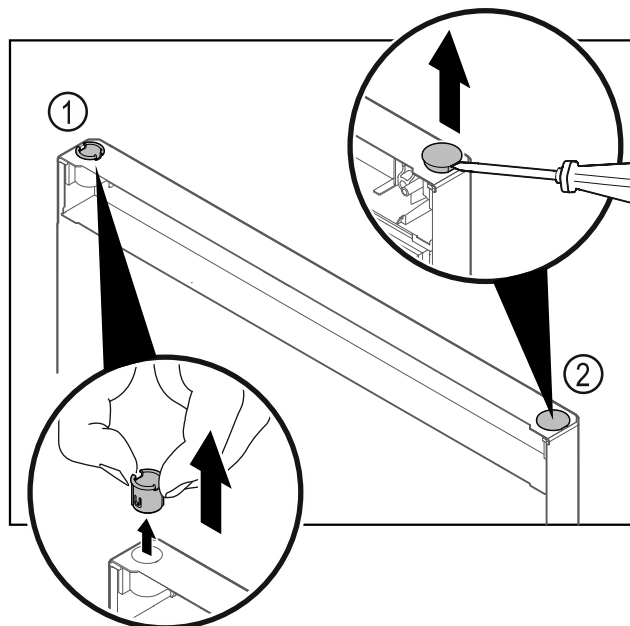

Fig. 21
- Retirer la bague Fig. 21 (1) avec les doigts.
- Soulever délicatement le bouchon Fig. 21 (2) avec un tournevis plat et le retirer.